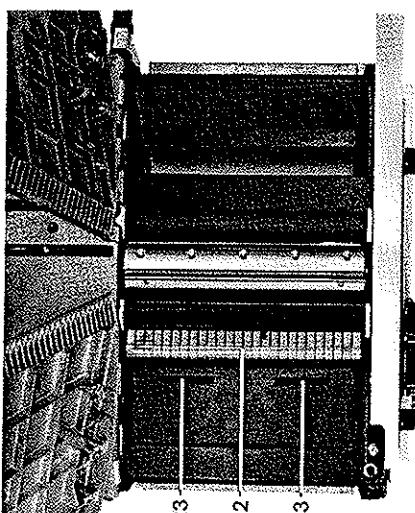

Bild 5
Die Rückschlagsicherung (22) (Bild 5) verhindert das Zurückschlagen des Werkstückes beim Dickenhobeln.